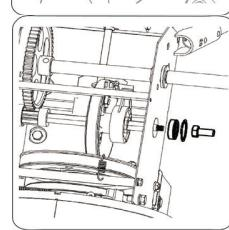

Figure 32
3. Retirez délicatement l'écrou hexagonal et la rondelle qui fixent l'arbre hexagonal au châssis de la souffleuse à neige et tapez légèrement sur l'extrémité de l'arbre pour déloger le roulement à billes du côté droit du châssis. Voir la figure 32.